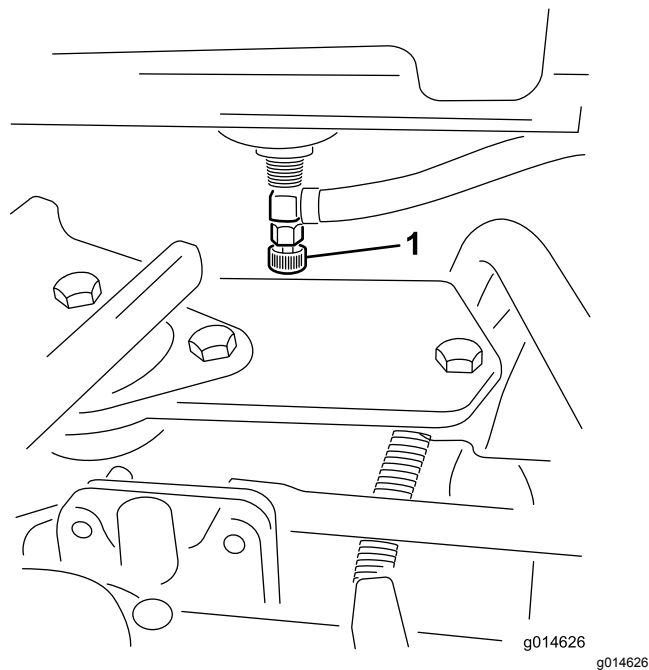

Figura 42
1. Feche a válvula de bloqueio do combustível (Figura 42) por baixo do depósito de combustível.